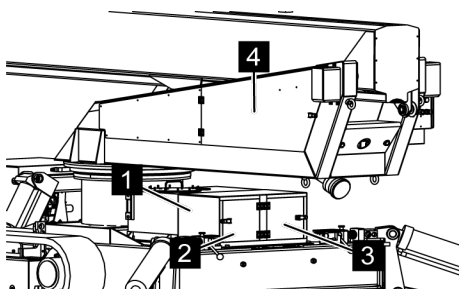

Fig. 141: Porte - vannes à deux voies
2. ➔ Ouvrir les portes (Voir la Fig. 141/2 et 3) et enlever complètement le capot (Voir la Fig. 141/1).
3. ➔ Ouvrir la porte (Voir la Fig. 141/4).